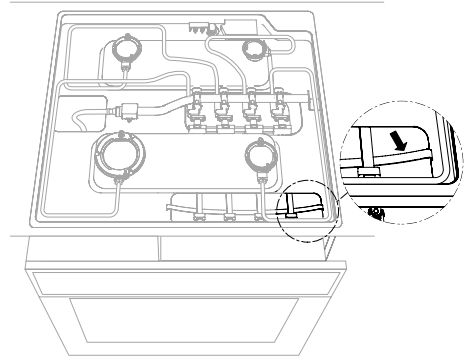

fig. 8
- Verwijder de transportbeveiliging (zie fig. 8) van de cardankoppelingen.